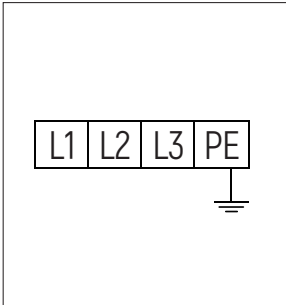

Abbildung 6
- Stromkordanschluss: Verbinden Sie das 400V dreiphasige Vier-Draht-Stromkabel ($3 \times 2,5\text{mm}^2 + 1 \times 1,5\text{mm}^2$ Kabel) mit der Konsole L1, L2, L3 und dem eingehenden Terminal, verbinden Sie den PE-Bodendraht an die Erdungsmarkierungsschraube und verbinden Sie dann die Erdungsmarkierungsschraube am Boden der beiden Plattformen (Bild 6)